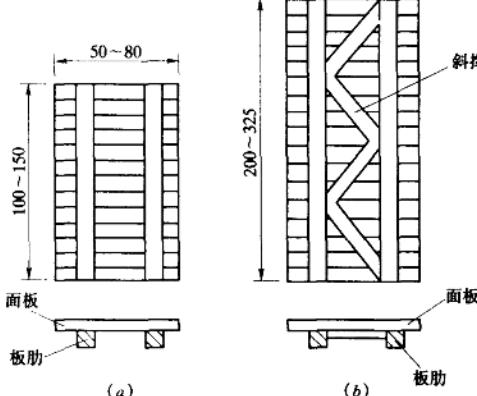

图 1-18 平面木模板
(2) 平面木模板。水利水电工程混凝土施工, 过去多采用小型标准木模板, 其构造如图 1-18 所示, 它主要由面板(面板是由若干板条拼接而成)和面板背面的板肋组成, 较大的木模板还可以在板肋之间加上斜撑, 以增加模板的整体刚度。